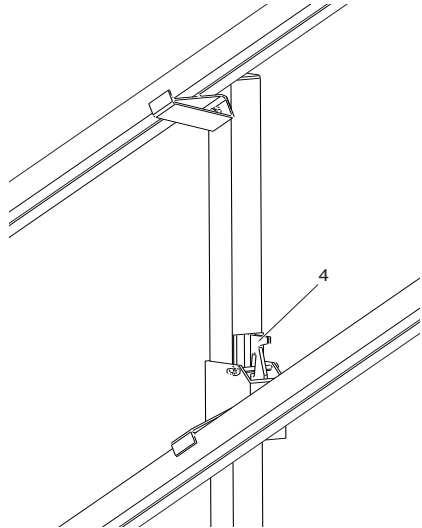

Abb. 13: Untere Aufnahmen fixieren
4. Untere Aufnahmen mit einem Hammerschlag auf den Klemmkeil (Abb. 13/4) fixieren.